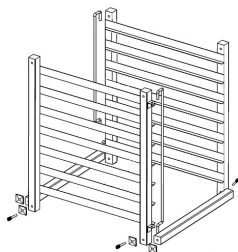

Fig. 1
2. Monter tout d'abord les 2 barres transversales en bas des éléments latéraux pré-montés du chariot de transport. Placer les rondelles carrées entre les barres et les éléments latéraux et entre celui-ci et les boulons de fixation. Serrer ensuite les boulons à l'aide de la clé à 6 pans intérieurs (**fig. 1**).